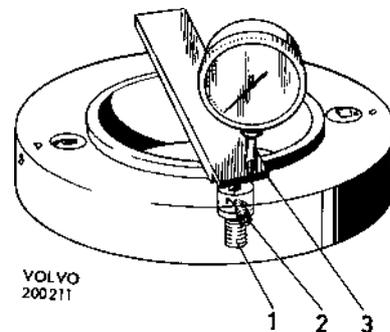

Fig. 20. Réglage du tranchant sur la fraise (outil No de réf. 9531)
Poser la fraise comme l'indique la figure 20, c'est-à-dire avec le tranchant tourné vers le haut. Dévisser ensuite la vis de blocage (2) pour l'un des supports de tranchant. Revisser ensuite la vis de réglage (1) et poser le gabarit de réglage sur la fraise de façon à ce que la surface de tolérance arrive juste au milieu de l'arête tranchante. Placer un comparateur avec la pointe contre le gabarit, voir figure. Mettre à 0 le comparateur. Visser ensuite la vis de réglage jusqu'à ce que le comparateur commence à dévier. Visser la vis de blocage. Contrôler si le réglage a changé.